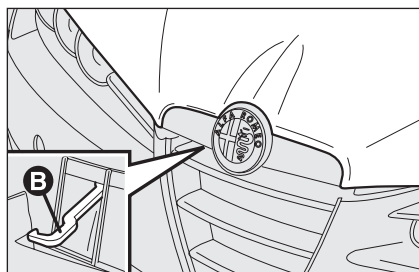

fig. 82
- ☐ tirer à fond le levier **B-fig. 82** et soulever le capot, en gardant le levier en tension